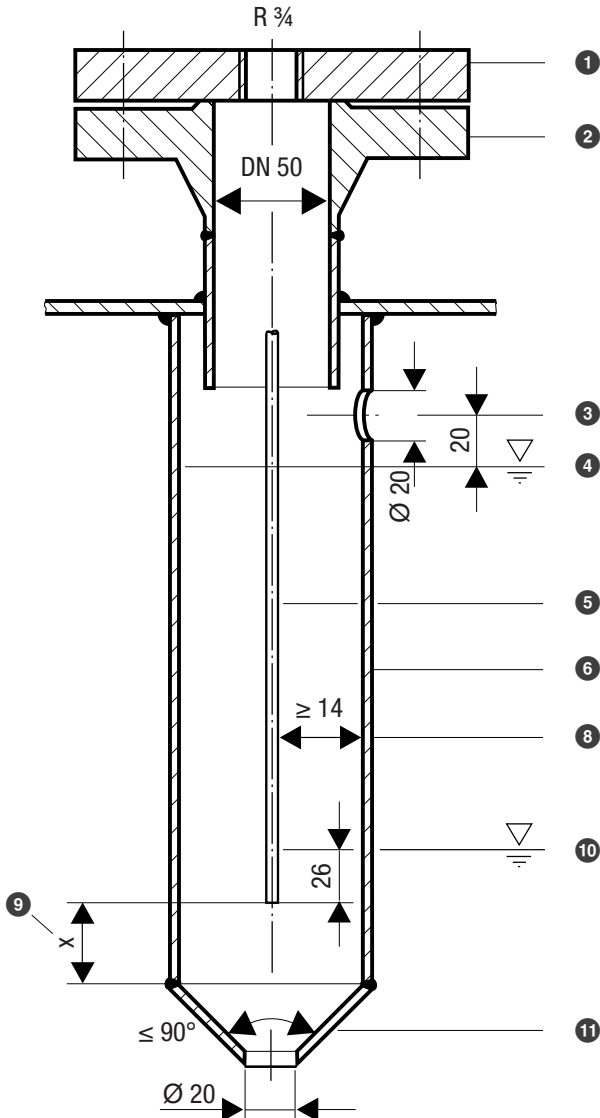
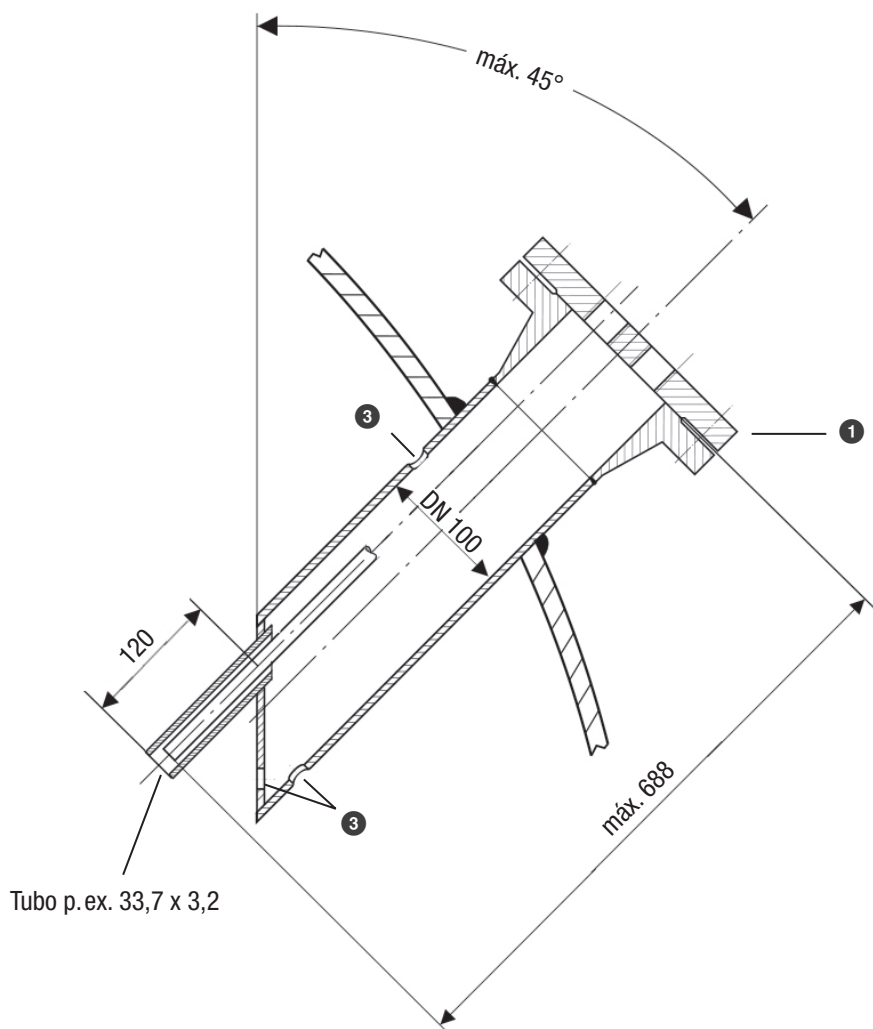

Fig. 9
Fig. 13
- Unicamente na utilização de um flange de dois orifícios, o ângulo de inclinação do elétrico de nível pode ser de 45° e o comprimento da haste do elétrico está limitado a, no máximo 688 mm, ver Fig. 13.
- Respeitar as distâncias mínimas ao montar o elétrico de nível, ver exemplos de montagem Fig. 9 a Fig. 13.
Exemplos de montagem com especificação de medidas, ver Fig. 9, página 25
Legenda Fig. 9 a Fig. 13
- 1 Fig. 9, 10: Flange (PN 40, DN 50) DIN EN 1029-01 (elétrodo individual)